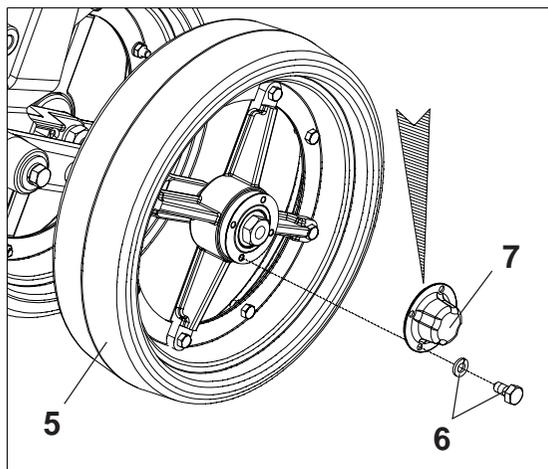

FIGURA 110
2 - Nas rodas oscilantes (5) solte os parafusos e arruelas (6), retire a calota (7) e introduza graxa nova. Recoloque a calota na roda e fixe-a com os parafusos e arruelas (6), **conforme mostra a figura 110.**